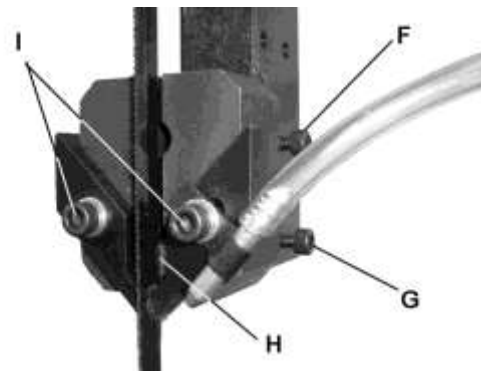

Рис. 10.
- Ослабьте винт (F, Рис. 10) и до конца сдвиньте узел направляющей от полотна.
- Ослабьте винт (G, Рис. 10). Придвиньте ограничитель (H, Рис. 10) к пильному полотну так, чтобы между ними остался зазор 0,8 мм. Затяните винт (G, Рис. 10).
- Сдвиньте узел направляющей к полотну, чтобы направляющие располагались за впадинами зубьев, как показано на Рис. 10. Затяните винт (F, Рис. 10).
- Ослабьте два болта (I, Рис. 10) и отрегулируйте положение каждого элемента по отношению к полотну. Они не должны касаться пильной ленты. Отрегулируйте с каждой стороны зазор 0,25 мм.
- По завершении регулировки затяните два болта (I, Рис. 10).